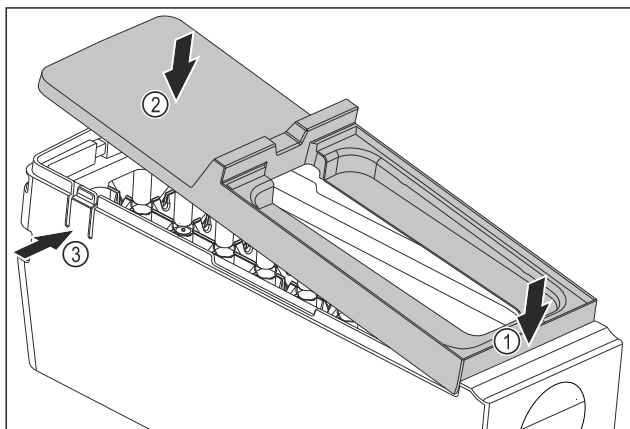

Fig. 134
- ▶ Смонтируйте крышку корпуса EasyTwist-Ice: Установите крышку спереди. Fig. 134 (1)
- ▶ Опустите крышку сзади. Fig. 134 (2)
- ▷ Крышка со щелчком фиксируется в накладках Fig. 134 (3).